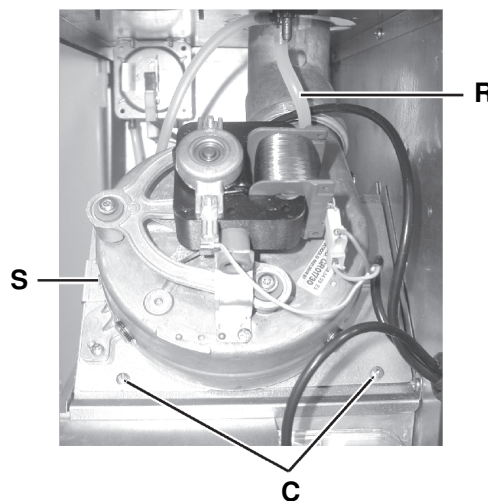

fig. 3
- 4) Svitare le viti **C** ed **S** (fig.1-fig.3).